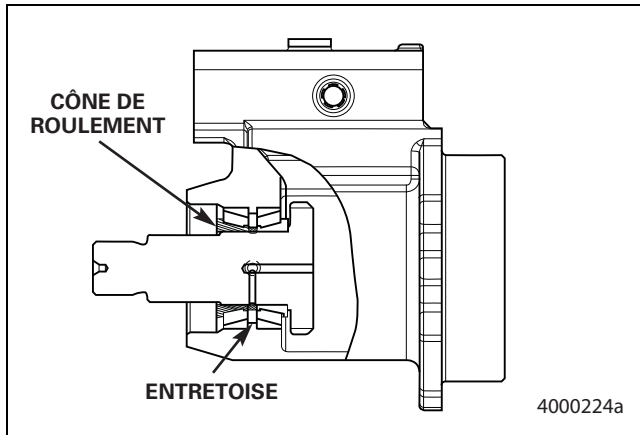

Figure 7.10
- Une fois l'entretoise de roulement en place, chauffer le second cône de roulement à  $200\text{ }^{\circ}\text{F}$  ( $93\text{ }^{\circ}\text{C}$ ), puis l'installer sur l'arbre. Figure 7.10.